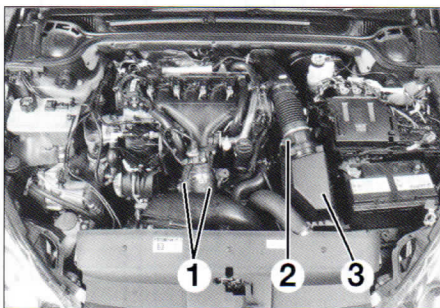

FIG. 8
- los conductos (1) (fig. 8).
- el conector (2).
- la caja de aire (3).